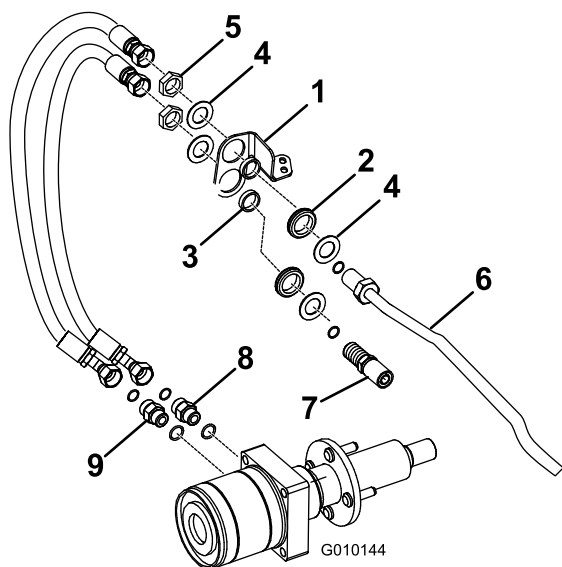
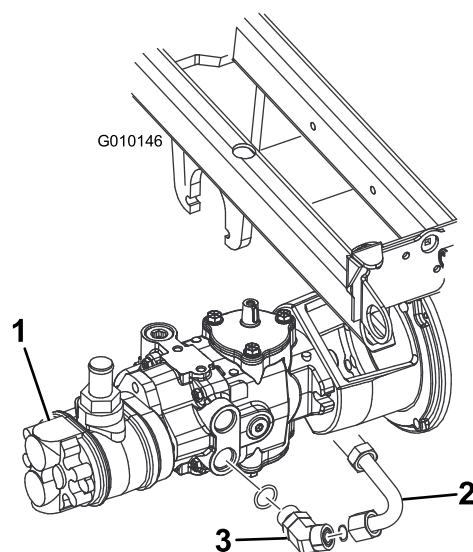
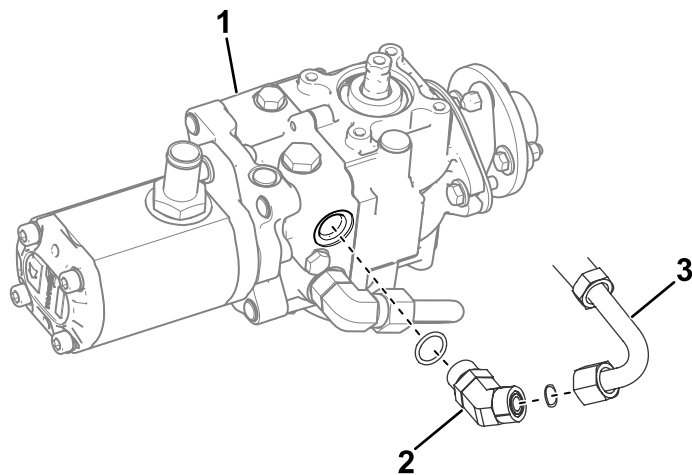

Figura 8
Figura 9
Figura 10
8. Instale olhais e espaçadores no suporte do anteparo como se mostra na Figura 8.
11. Monte o suporte do anteparo no tubo hidráulico duro com porcas e anilhas, como se mostra na Figura 8.
Utilize uma anilha e uma porca para instalar livremente o conjunto do tubo da bomba na união de 45° na bomba e no orifício inferior do suporte do anteparo (Figura 8 e Figura 9).
Utilize uma anilha e uma porca para instalar livremente o conjunto do tubo da bomba na união de 45° na bomba e no orifício inferior do suporte do anteparo (Figura 8 e Figura 10).
13. Instale sem apertar um tubo hidráulico no conjunto de tubos da bomba (anteparo inferior) e ao dispositivo de fixação do motor da roda superior (Figura 8).